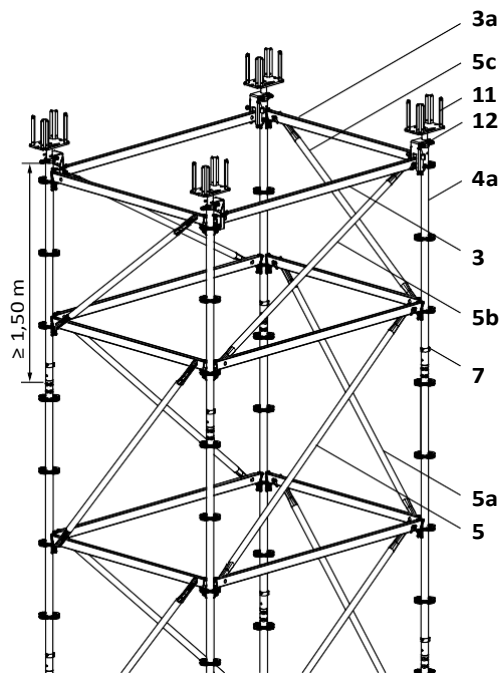

Fig. A1.06
2. Свържете горните стойки със заключващи щифтове (7).
5. Поставете кръстатата глава (11).
6. Поставете заключването на шпиндела (12) под ъгъл върху гредата и първо закачете куките (12.1) в отворите на розетката (4.1) отдолу.
- (Fig. A1.06 – A1.06b)